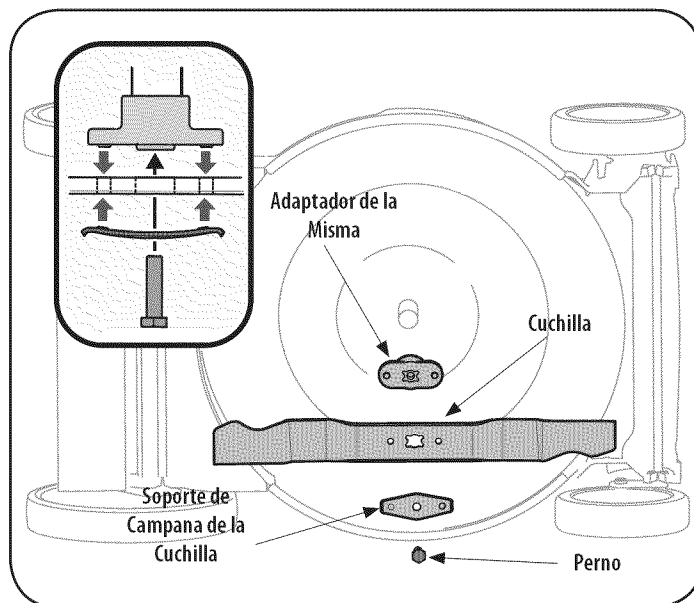

Figura 20
2. Saque el perno y el soporte de campana de la cuchilla que sostienen la cuchilla y el adaptador de la misma al cigüeñal del motor. Vea la Figura 20.
5. Lubrique el cigüeñal del motor y la superficie interna del adaptador de la cuchilla con aceite ligero. Deslice el adaptador de la cuchilla sobre el cigüeñal del motor. Instale la cuchilla en el adaptador con el lado marcado "Bottom" (inferior) (o con el número de parte) hacia el piso cuando la cortadora de césped está en posición de funcionamiento. Asegúrese que la cuchilla quede alineada y asentada en las bridas del adaptador. Vea la Figura 20 inserto.